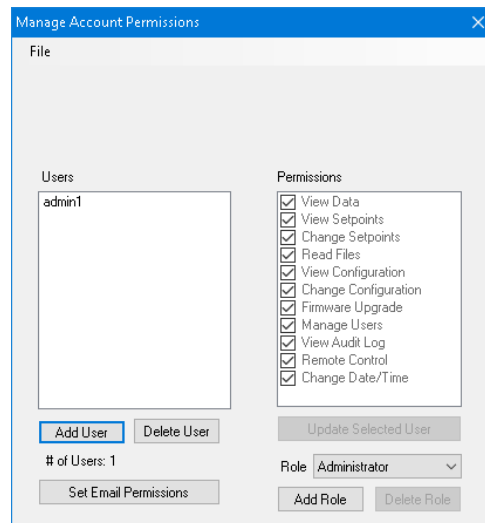

Figura 3-6 Pantalla de administrar permisos de cuenta
1. Inicie IPScom, seleccione **Utility/Manage Accounts/Manage Account Permissions** en la barra de herramientas IPScom. IPScom mostrará la pantalla de "Administrar Permisos de Cuenta" (Figura 3-6).
2. Seleccione **Utility/Manage Accounts/Manage Account Permissions** en la barra de herramientas IPScom. IPScom mostrará la pantalla de "Administrar Permisos de Cuenta" (Figura 3-6).
Cuando la S-7600 IPScom está instalado en el PC anfitrión, un archivo de Rol es creado y que contiene los roles predeterminados. Los cambios en los Roles existentes y la creación de nuevos Roles son capturados en este archivo. Sin embargo, Roles creados en otras instalaciones de PC IPScom pueden tener diferentes permisos para el mismo nombre de Rol. Agregar y eliminar "Rols" se lleva a cabo desde la pantalla de "Administrar Permisos de Cuenta" (Figura 3-6).